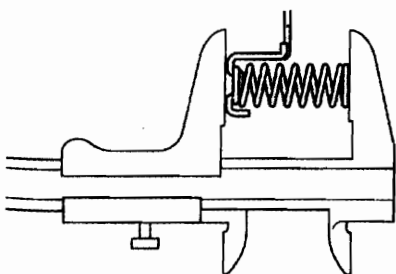

图 12-1-65
(68) 检查 1 挡和倒挡制动器回位弹簧分总成。如图 12-1-65 所示, 用游标卡尺测量弹簧 (连同弹簧座) 自由长度, 标准自由长度为 23.74mm。